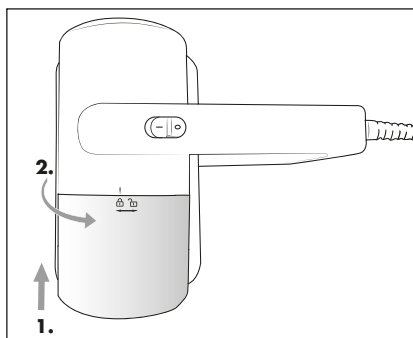

Fig. 9
- 8) Placez le bac à poussière ④ dans l'appareil de sorte que le repère sur l'appareil se retrouve au-dessus du symbole  (ouvert). Tournez le bac à poussière ④ dans le sens horaire jusqu'à ce que le repère sur l'appareil se retrouve au-dessus du symbole  (fermé) (fig. 9).